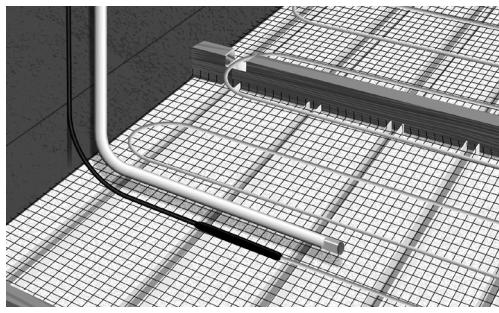

Fig. 17. Placer og fastgør tomrør / gulvføler mellem 2 kabler
- Montér et tomrør til gulvføleren. Sørg for tomrørets ende er placeret på samme niveau som varmekablen og mellem to sløjfer ca. 50 cm fra væggen. Forsegl enden af tomrøret. (fig. 17).